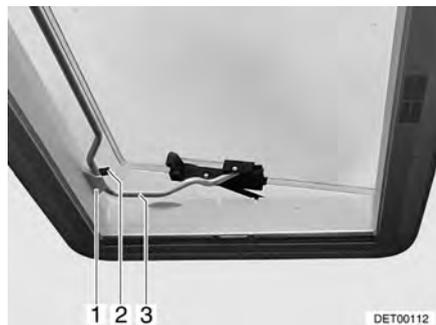

Bild 65 Heki-Dachhaube in Lüftungsstellung 2
- Bügel (Bild 65,3) in die Halterung (Bild 65,1) einlegen.
- Hebel (Bild 65,2) über den Bügel legen.